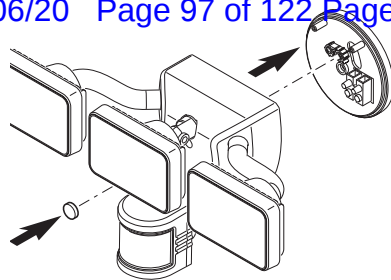

Figure 5
3. Serrez solidement le bouchon de montage, en évitant toutefois de trop le serrer (voir la Figure 5).
4. Enfoncez fermement le bouchon de plastique dans le trou du boulon de montage du luminaire (voir la Figure 5).